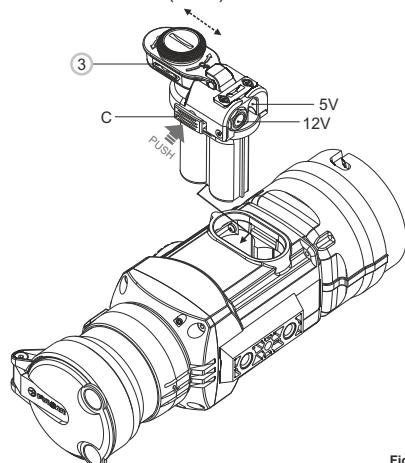

Fig. 3
- Installare l'adattatore nel vano batteria del monocolo (vedi fig. 3). Assicurarsi che le chiusure dell'adattatore (C) siano schiacciate su entrambi i lati.
- Fissare il tappo (3) sull'adattatore (vedi fig. 3).
- Accendere l'apparecchio con una breve pressione del tasto "ON/OFF" (10).